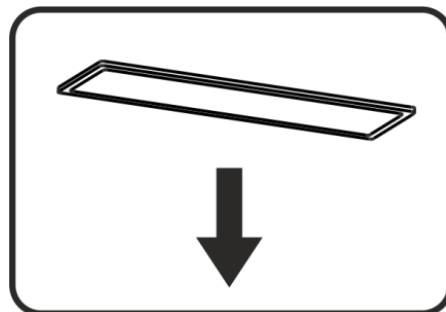

Рис.9
8.8 На вытяжке установлена LED лампа подсветки рабочей зоны плиты. Перед началом замены ламп освещения необходимо отключить вытяжку от электросети, дать возможность охолонуть лампам. Для замены лампы необходимо снять алюминиевый фильтр, отжать держатель патрона так, чтобы лампа вышла из корпуса вытяжки (**рис.9**). Вместо нее необходимо установить новую с теми же характеристиками и установить фильтр.